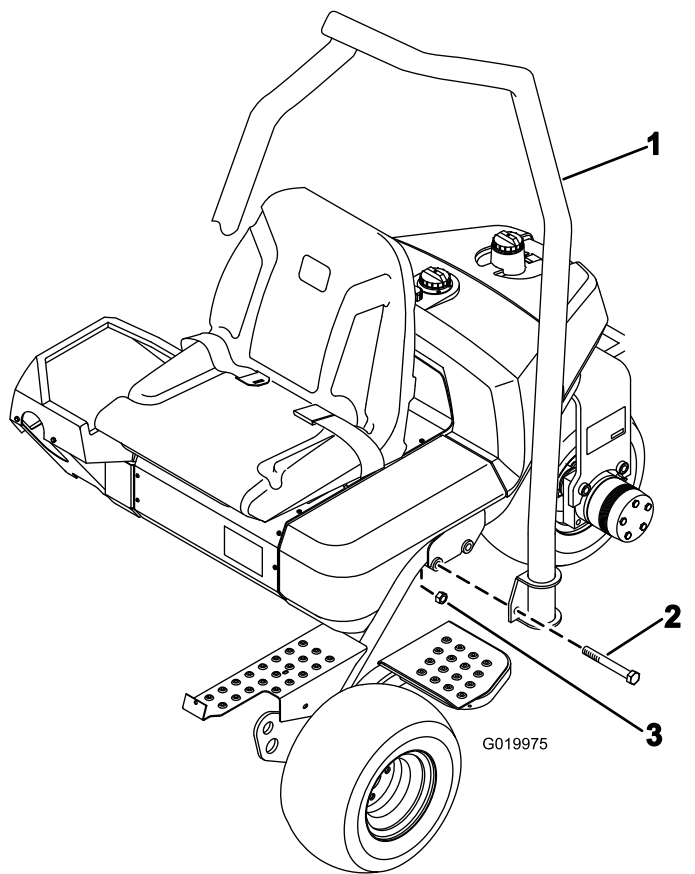

图 4
1. 调整翻车保护杆的位置使钢管的顶部弯向机器前面 图 4。
2. 将翻车保护杆放低到机架上使其与安装孔对齐图 4。
3. 如图 4 所示用 2 个螺栓 $\frac{5}{8}$ x $4\frac{1}{2}$ 英寸和锁紧螺母将翻车保护杆的两侧固定到机架上。